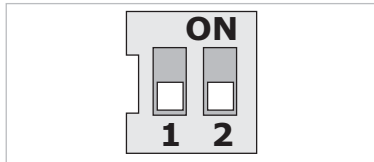

Fig. 22: Conmutadores DIP
- Los conmutadores DIP (Fig. 9, pos. 6/Fig. 22) se encuentra bajo la cubierta de la carcasa.